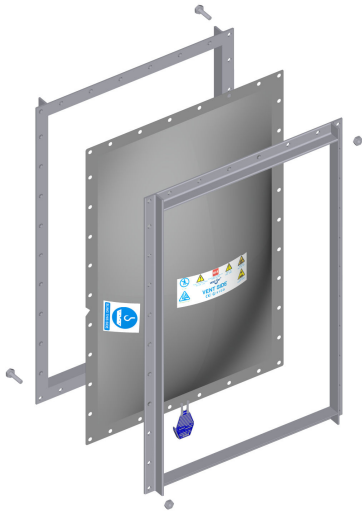

Abb. 3
3. Beim Eintreten des Entlüftens öffnet sich die Explosionsberstscheibe an drei Seiten (oder in einem Umfangbogen bei runden Scheiben). Eine V-Kerbe an der Berstscheibe zeigt den nicht öffnenden Scharnierbereich an. Siehe Abb. 3.